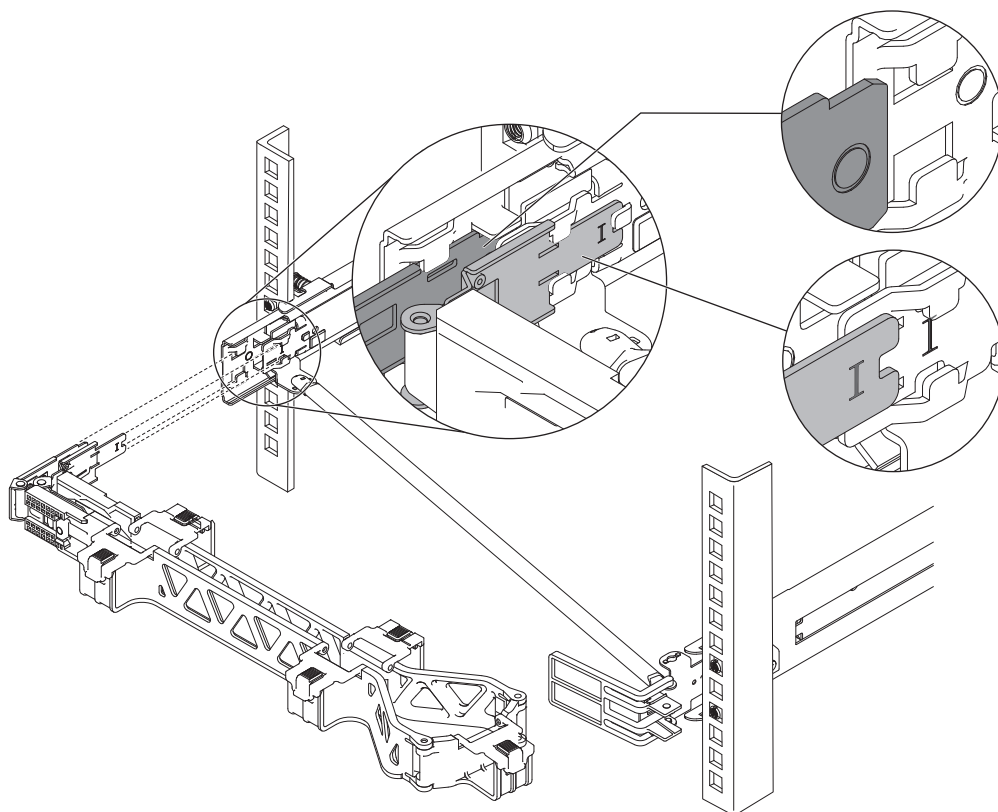

図 23. ケーブル・マネジメント・アーム停止金具の取り付け
4. 29 ページの図 23 に示すように、ケーブル・マネジメント・アーム停止金具を取り付けます。